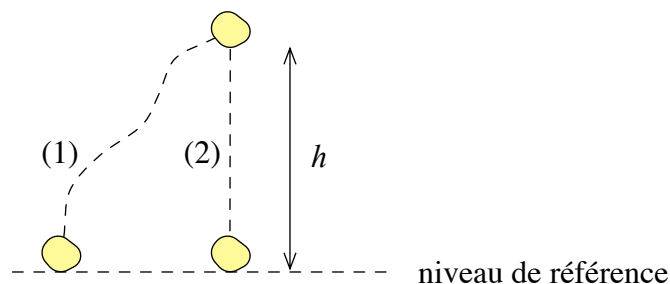

FIGURE 34 – Calcul de l'énergie potentielle de pesanteur d'un corps
La figure 34 montre deux chemins différents pour soulever le corps à une altitude  $h$  par rapport au niveau de référence. D'après la règle d'or de la mécanique, le travail est indépendant du chemin suivi. Nous calculons le travail sur le chemin (2) :